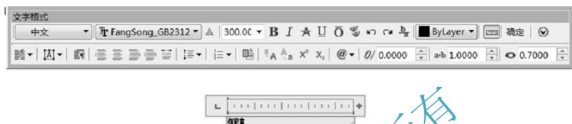

图 3.11 用【多行文字】命令输入“值班室”
③ 在【文字格式】对话框中将当前文字样式设为【中文】，字高设为“300”，然后在文字输入窗口内输入“值班室”，如图 3.11 所示，单击【确定】按钮关闭对话框。